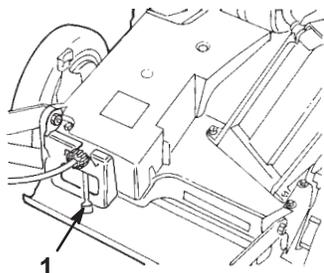

Figure 12
4. Placez la commande de changement de vitesse en position  (Point mort) (Fig. 12).
La tondeuse dispose de 3 vitesses de déplacement. **1** pour basse vitesse, **2** pour vitesse moyenne et **3** pour haute vitesse. La commande de vitesse de déplacement se trouve derrière le couvercle de courroie (Fig. 12).